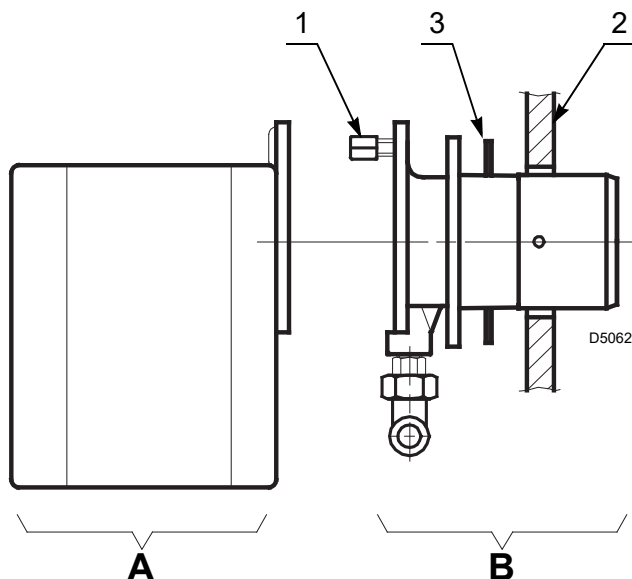

Fig. 8
- Separar el cabezal de combustión del resto del quemador quitando la tuerca 1) y extraer el grupo A)(Fig. 8).
- Fijar el grupo B)(Fig. 8) a la placa 2) de la caldera, interponiendo la junta aislante 3) suministrada en dotación.